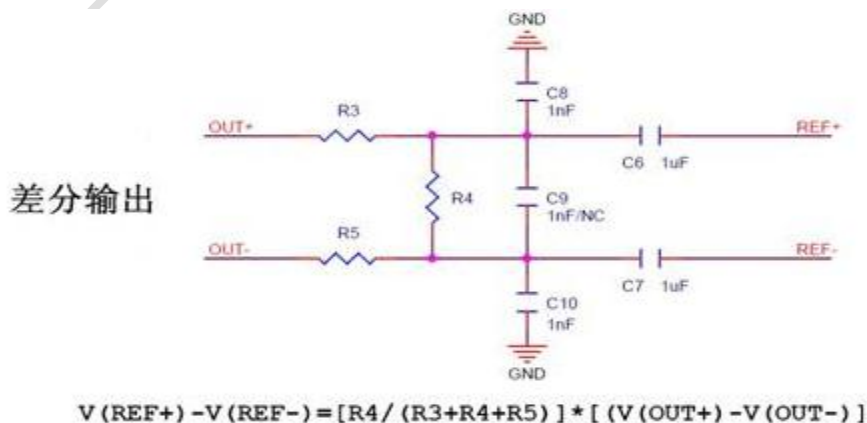

图 7 差分输出参考电路
- 2) 用户电路用作参考信号的输出为差分输出，需要分压时，可参考如图 7 电路：